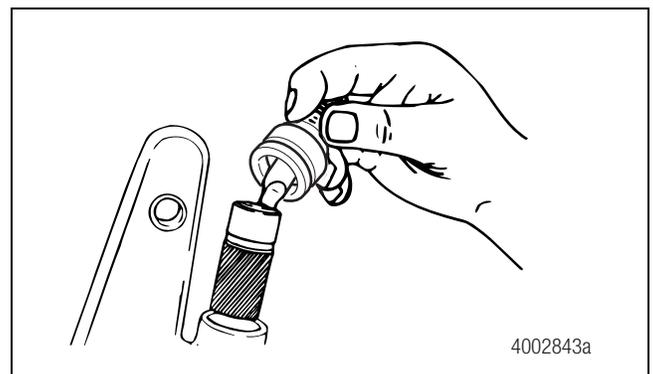

Figure 3.13
2. Retirer le soufflet du carter. Retirer l'actionneur du carter du dispositif. Figure 3.13. Jeter le soufflet avant d'en installer un neuf lors du réassemblage.